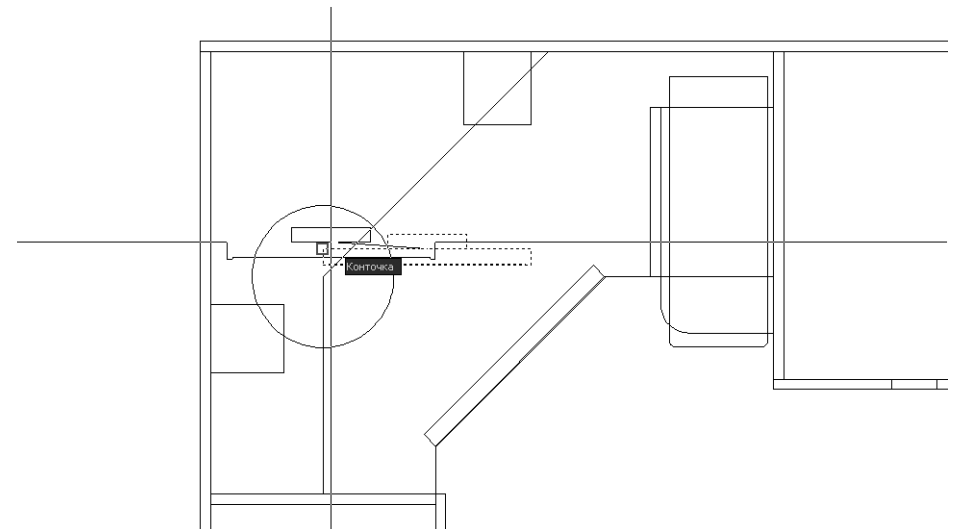

Рис. 5.22 ▼ Выбор точки для перемещения трех объектов с использованием режима привязки **Конточка** (Endpoint)
3. AutoCAD в командном окне предложит задать расстояние перемещения. Включите режим привязки **Конточка** (Endpoint) и выберите левую точку верхней линии самого большого прямоугольника, как показано на рис. 5.22. Объекты будут перемещены на нужное место, а команда **Перенести** (MOVE) завершит работу.